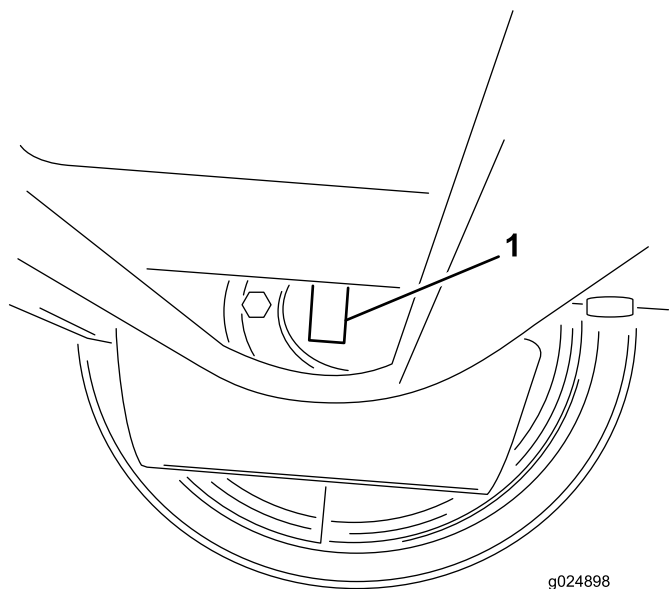

Figura 1
3. Controllate la targa con il numero di serie del motore delle ruote (Figura 1). È visibile da sotto la macchina.